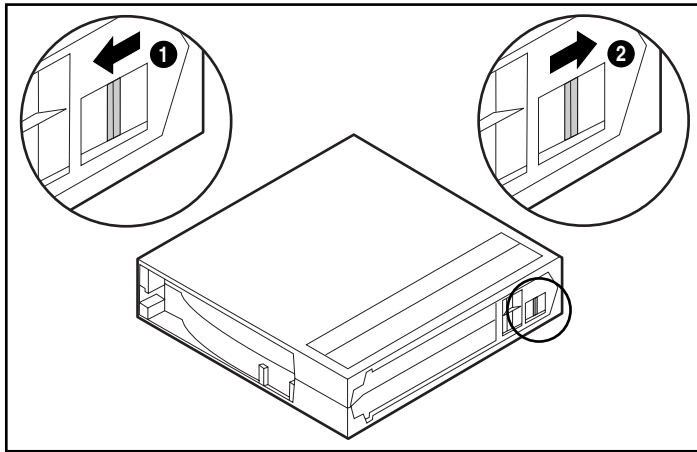

Abbildung 3-3. Schreibschutz-Schieber der Bandkassette
Jede Bandkassette verfügt über einen Schreibschutz-Schieber, um ein versehentliches Löschen von Daten zu verhindern. Bringen Sie den Schreibschutz-Schieber auf der Vorderseite der Bandkassette in die gewünschte Stellung, bevor Sie das Band in das Laufwerk einschieben. In Abbildung 3-3 ist der Schreibschutz-Schieber der Bandkassette abgebildet. Wenn Sie den Schieber nach links ❶ schieben, ist die Bandkassette schreibgeschützt. Schieben Sie ihn hingegen nach rechts ❷, wird der Schreibschutz aufgehoben.